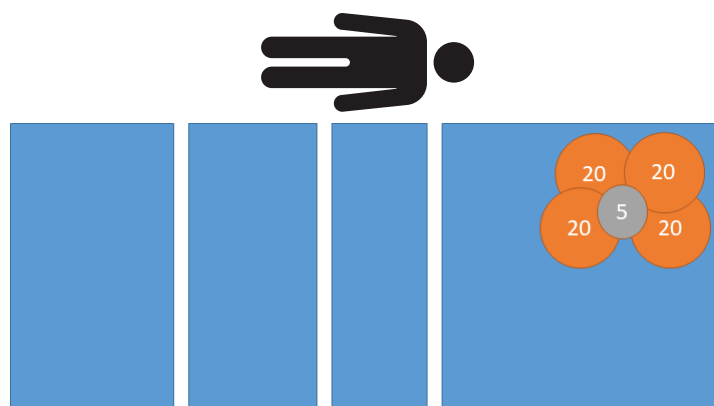

Figura 16 – Test de excentricitate - 85 kg pe dreapta la partea pentru cap
4. Folosind greutăți calibrate, așezați 85 kg pe dreapta la partea pentru cap (Figura 16).